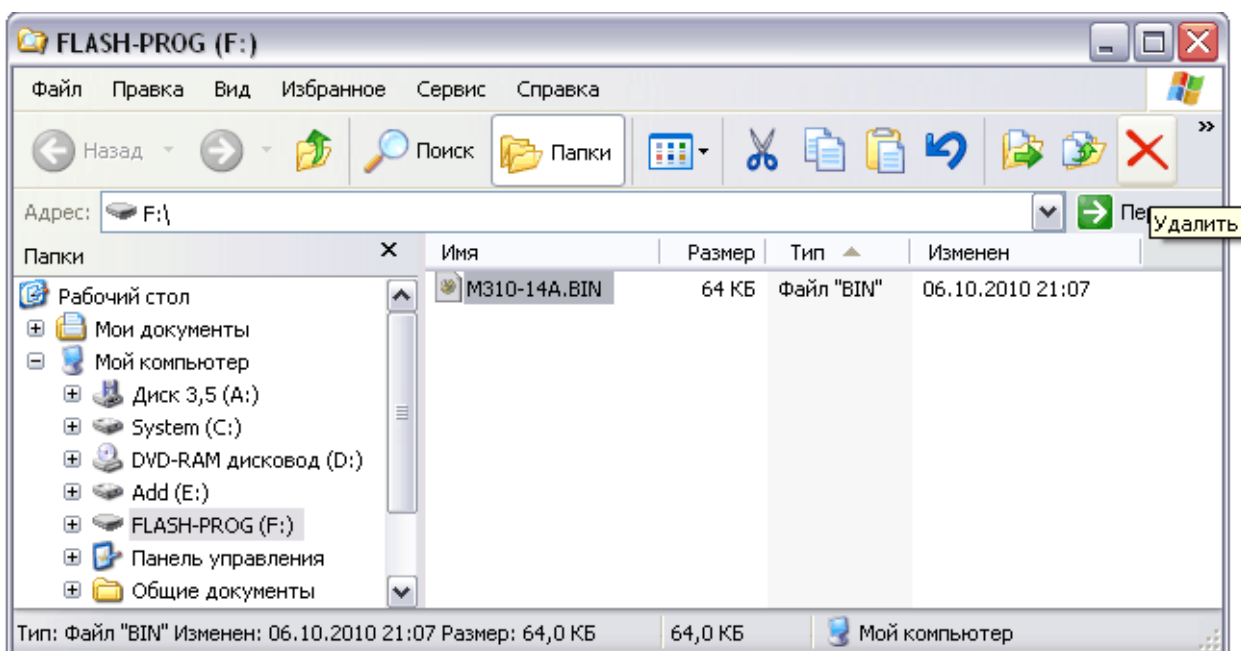

Рисунок 7. Окно FLASH-PROG.
- Нажать на клавиатуре весов клавишу «0» и, удерживая ее, нажать клавишу «On/Off». На экране компьютера должно появиться новое окно «FLASH-PROG», как на рис. 7. С помощью указателя «мышь» выделить файл с расширением «.BIN» и кликнуть по иконке «Удалить». На запрос Windows о подтверждении удаления файла ответить утвердительно.